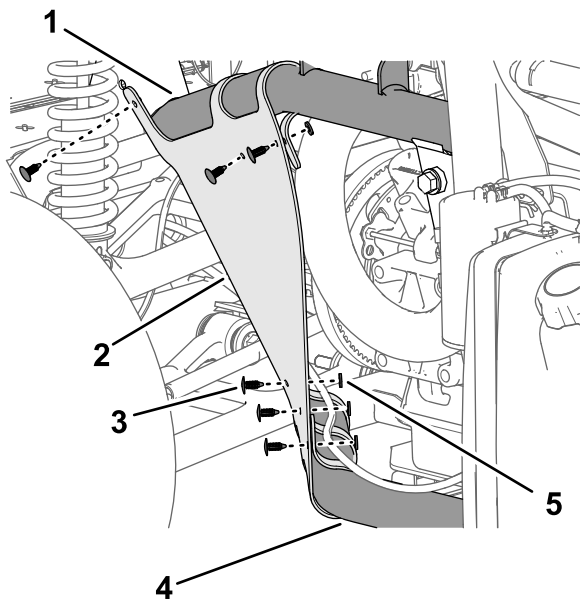

図 218
2. 押し込みファスナー6個を使って、内側フェンダ用シュラウドをフレームチューブに固定する 図 218。
3. 図 218に示すように、フェンダの穴を、車体フレームの穴に合わせる。